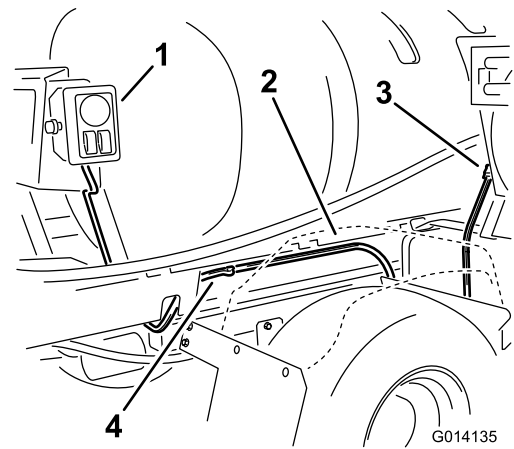

図 18
- 6. Aコントロール・ボックスに戻り、残りのハーネス (ホース・リール・コネクタがついている) をタンク・スキッドと右後部フェンダの間から車両前方向へ引く (図 18)。押し嵌めコネクタ (2個) を使用して、ハーネスをタンク・スキッドのフレームに固定する。